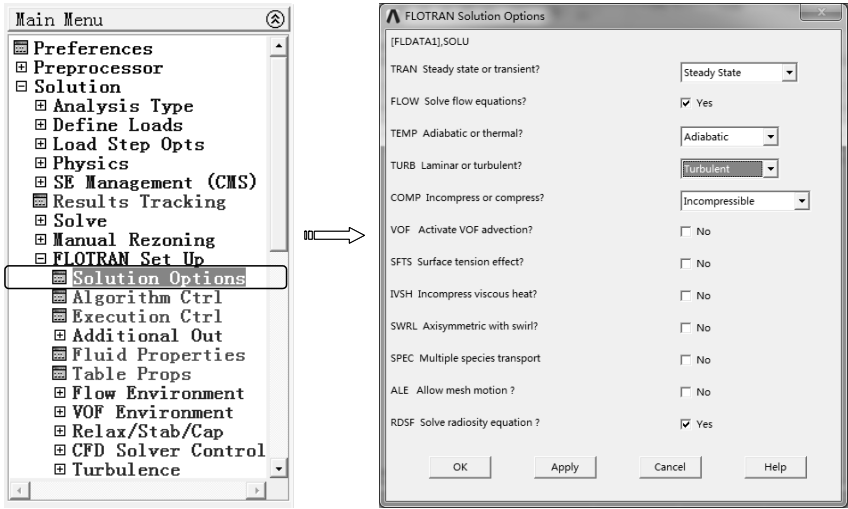

图 10-34 设置湍流条件
1) 选择“Main Menu>Solution>FLOTRAN Set Up>Solution Options”命令，弹出“FLOTRAN Solution Options”对话框，在“Laminar or turbulent”下拉列表中选择“Turbulent”，如图 10-34 所示。单击“OK”按钮完成。